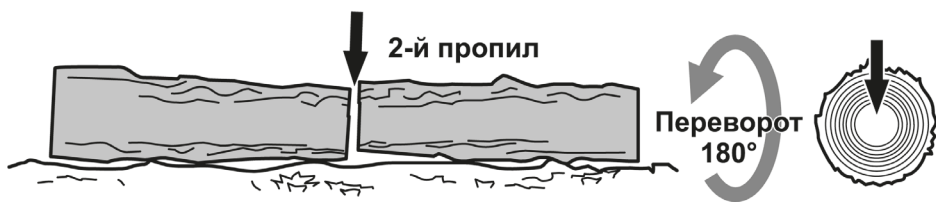

Рисунок 14. Схема остаточного розпилу колоди з протилежного боку.
2. Перевернути колоду і розпиляти її з протилежного боку (рис. 14).